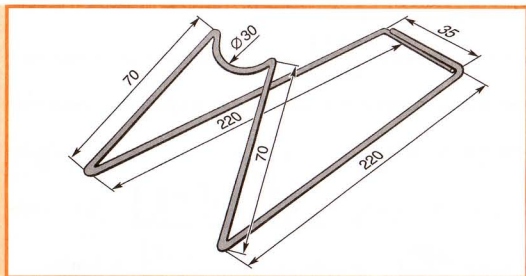

Рис. 115. Подставка под паяльник
2. Вычислите длину проволоки, которая понадобится для изготовления подставки под паяльник (рис. 115). Для вычисления половины длины окружности воспользуйтесь формулой $L = 3,14 \times R$ (R — радиус окружности, равный половине $\varnothing 30$).